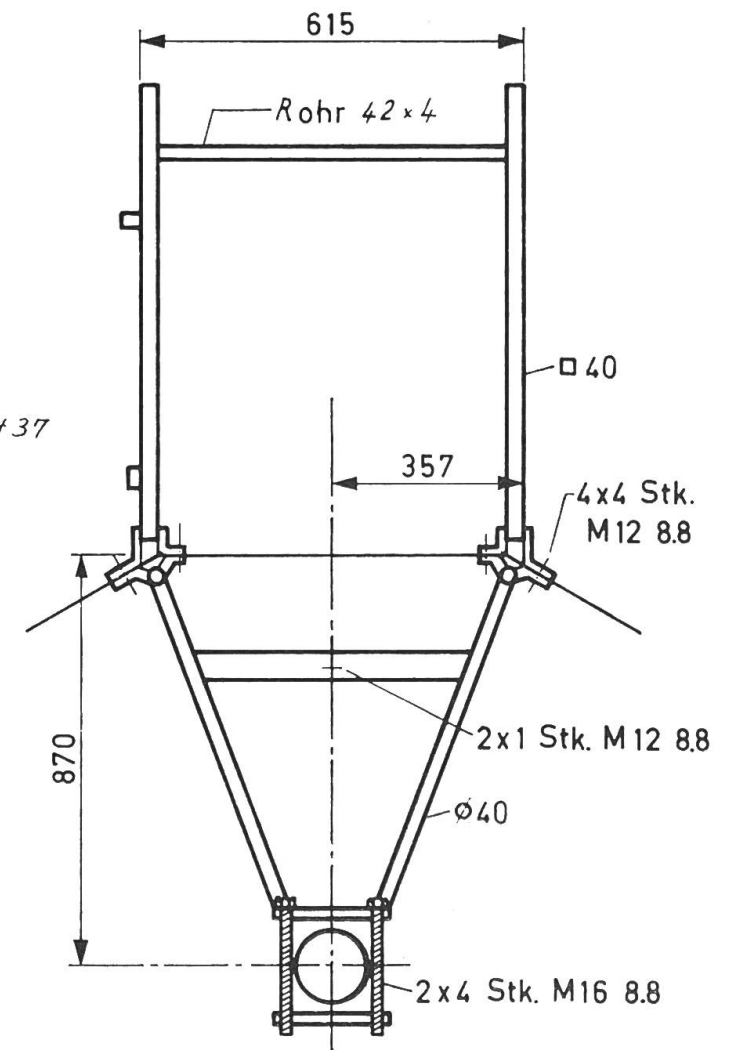

Abb. 2: Schutzrahmen mit 4 Stützen (Befestigung auf verstärkten Kotflügeln und Achstrichtern).
- Der *Schutzrahmen* mit 4 Stützen ist hinsichtlich Sicherheit dem Bügel überlegen. Er ist niedriger und breiter als ein Schutzbügel, umschliesst den Freiraum für den Fahrer völlig und lässt sich leicht zur geschlossenen Kabine ergänzen (Abb. 2).
Der Schutzrahmen (Abb. 2)